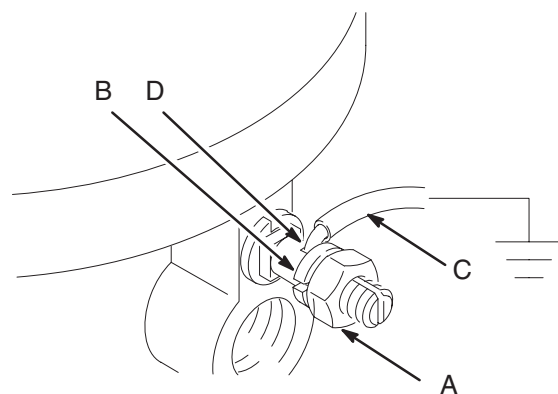

Fig. 1
- **Pump:** Använd en jordledning och klämma enligt Fig. 1. Lossa jordmuttern (A) och brickan (B) på jordskruven. Trä i ena änden av en minst 1,5 mm2 jordledning (C) i spåret i skruven (D) och dra åt låsmuttern ordentligt. Anslut andra änden av ledningen till en god jordpunkt.